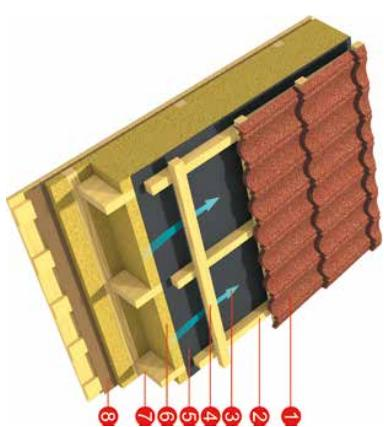

Рисунок 3
4.2 Утепленная крыша с диффузионной ветро-гидрозащитной мембранный (Рисунок 3).